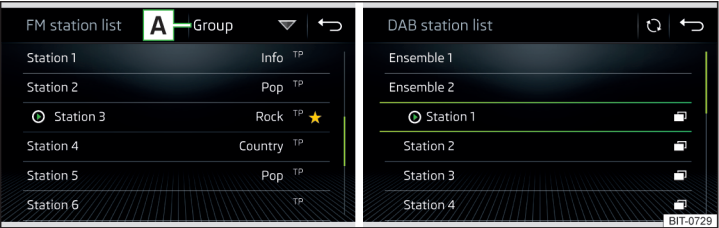

Fig. 195 Ejemplo de la lista de emisoras FM/DAB disponibles:
- Para **clasificar** (FM) las emisoras en la secuencia alfabética, según grupo o género, pulsar la superficie funcional » fig. 195 » .
- Para la **filtración** de la emisora según el tipo de programa (p.ej. cultura, música, deporte, etc.), pulsar en la lista de emisoras FM (con la función RDS encendida) y en la lista de emisoras DAB (en la clasificación alfabética seleccionada de la lista de emisoras) la superficie funcional » fig. 195.
- Para la actualización **manual**, pulsar la superficie funcional » fig. 195.